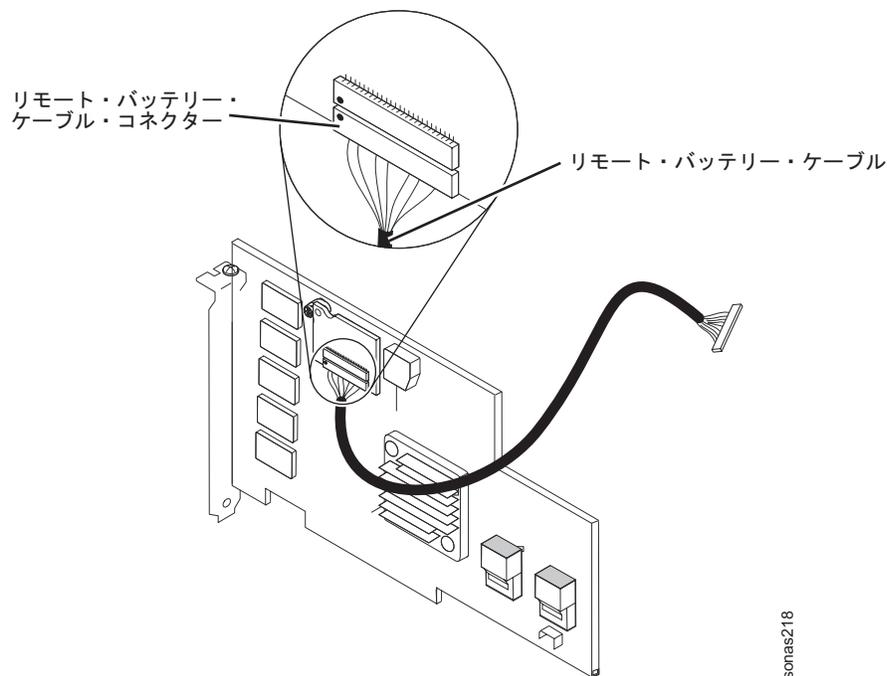

図 33. リモート・バッテリー・ケーブルの切り離し
- b. バッテリーおよびバッテリー・キャリアをトレイから持ち上げ、ServeRAID コントローラー上の変換コネクタ・カードからリモート・バッテリー・ケーブルを慎重に切り離します。 159 ページの図 33 を参照。